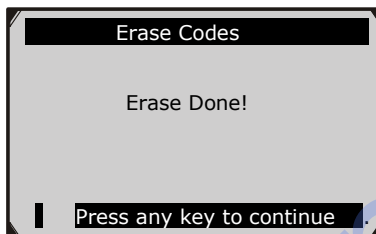

Рисунок 6.7
- Если коды стерты успешно, на экране появится сообщение "Erase Done!" (Стирание завершено) (рисунок 6.7).